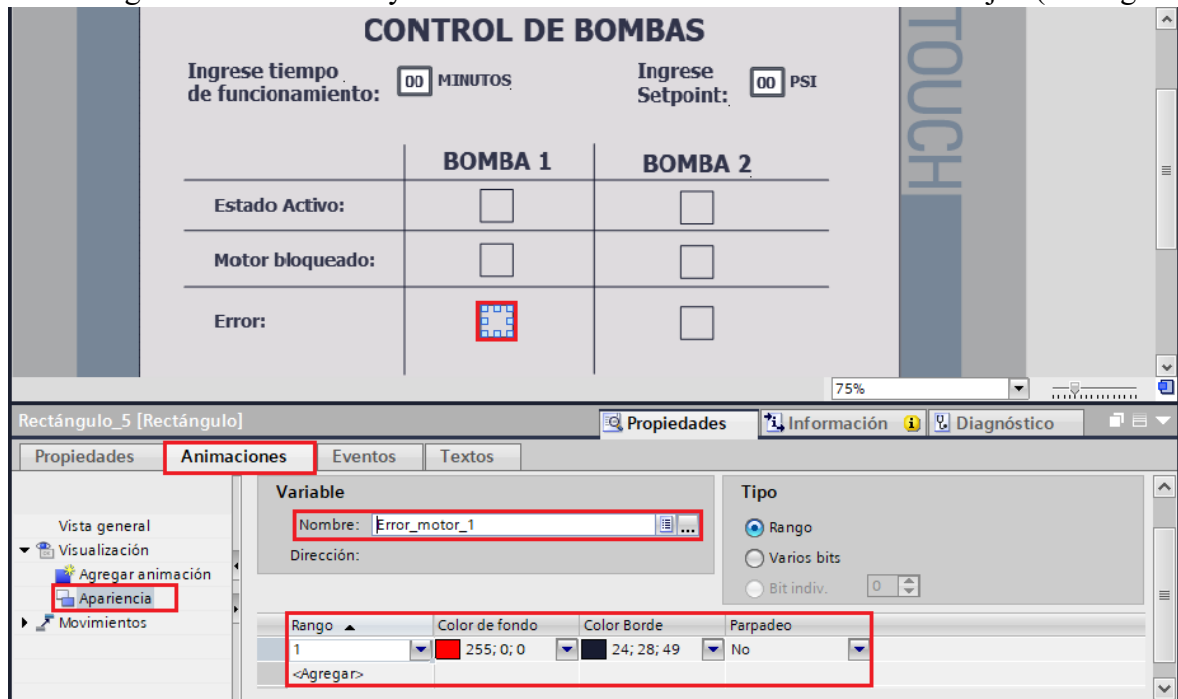

Figura 68. Configuración de rectángulo “Error motor 1”.
- En “Rango” seleccionar “**1**” y en “Color de fondo” seleccionar el color “**Rojo**” (ver Figura 68).